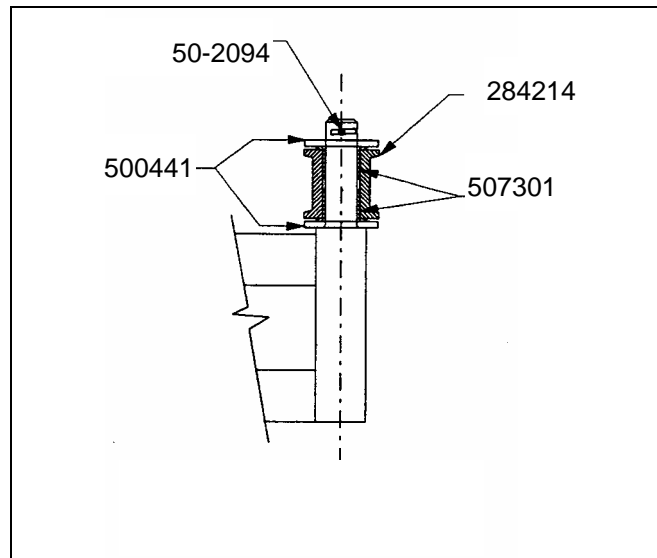

FIGURE 5
6. Installer les pièces sur l'axe de rouleau tel que décrit à la Figure 5.